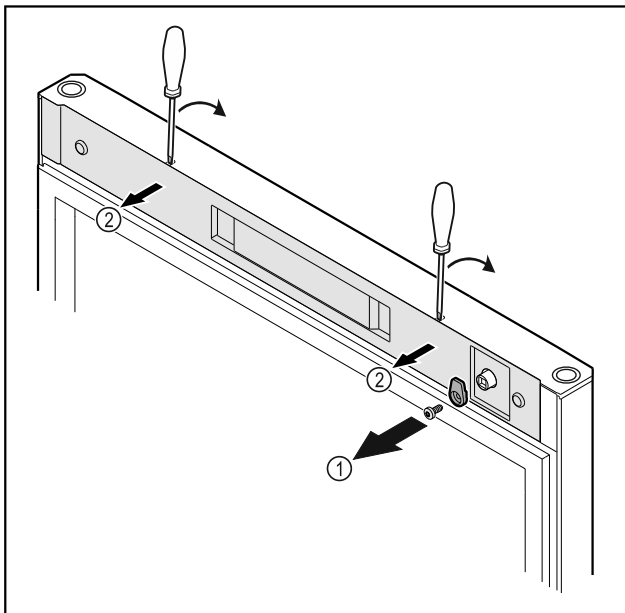

Fig. 20
- Skru låsekrogen Fig. 20 (1) af.
- Klik afdækningen Fig. 20 (2) ud med en lille skruetrækker, og tag den af.